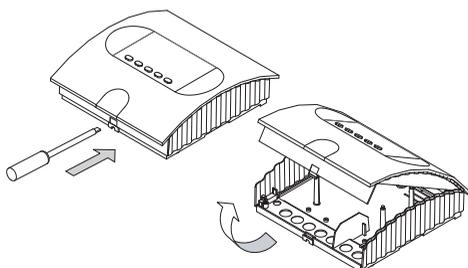

Рис. 1
1. Снимите крышку корпуса панели управления. Для этого нажмите отверткой на фиксирующий язычок в нижней части корпуса так, чтобы он слегка отошел вовнутрь и потяните крышку корпуса вверх (рис. 1).